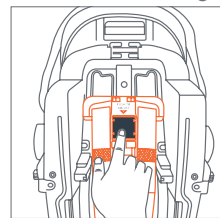

Fig. 30-3
2. Presione el botón azul detrás del respaldo del asiento para subir o bajar el respaldo móvil y las correas del arnés (Fig. 30-3).